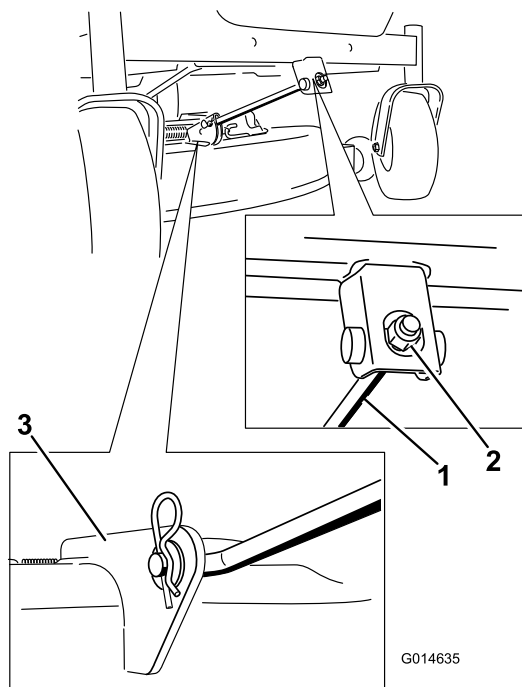

Figura 55
- Retire el pasador de horquilla de la varilla de soporte delantera y retire la varilla del soporte de la carcasa (Figura 55). Baje cuidadosamente la parte delantera de la carcasa del cortacésped al suelo.
- Conecte la varilla de soporte delantera a la carcasa del cortacésped con el pasador y la chaveta (Figura 55).